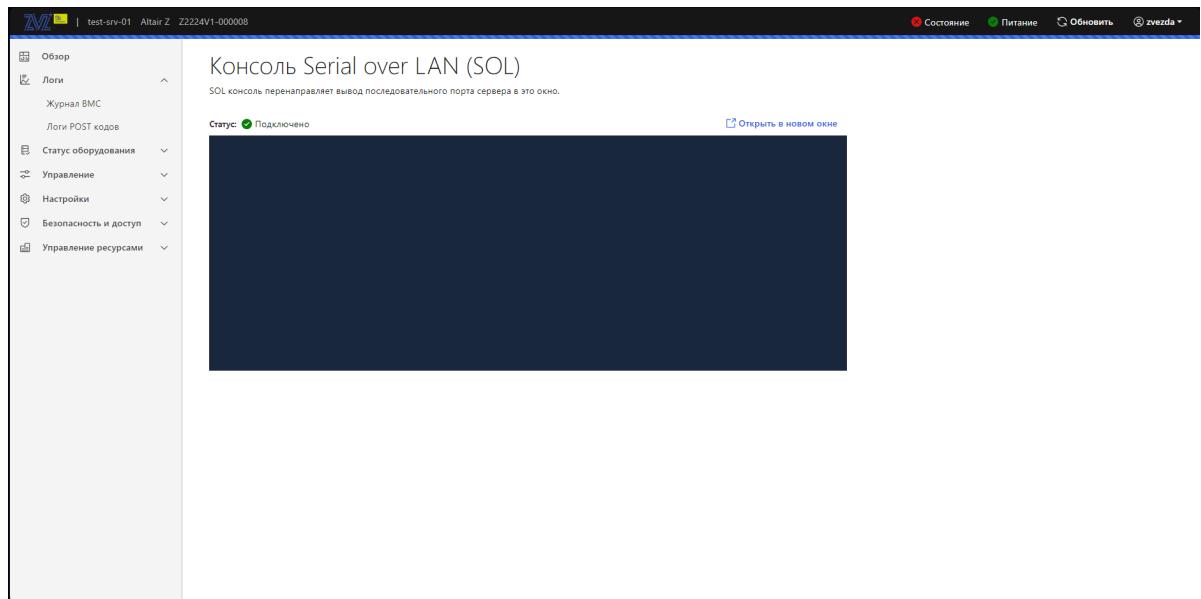

Рис. 85. Окно «Консоль Serial over LAN (SOL)»
- 5) Пройдите во вкладку «Управление» → «Консоль Serial over LAN (SOL)» в данной вкладке осуществляется перенаправление вывода последовательного порта сервера в окно браузера вашей рабочей станции. Окно показано на рис. 85 Окно «Консоль Serial over LAN \(SOL\)»